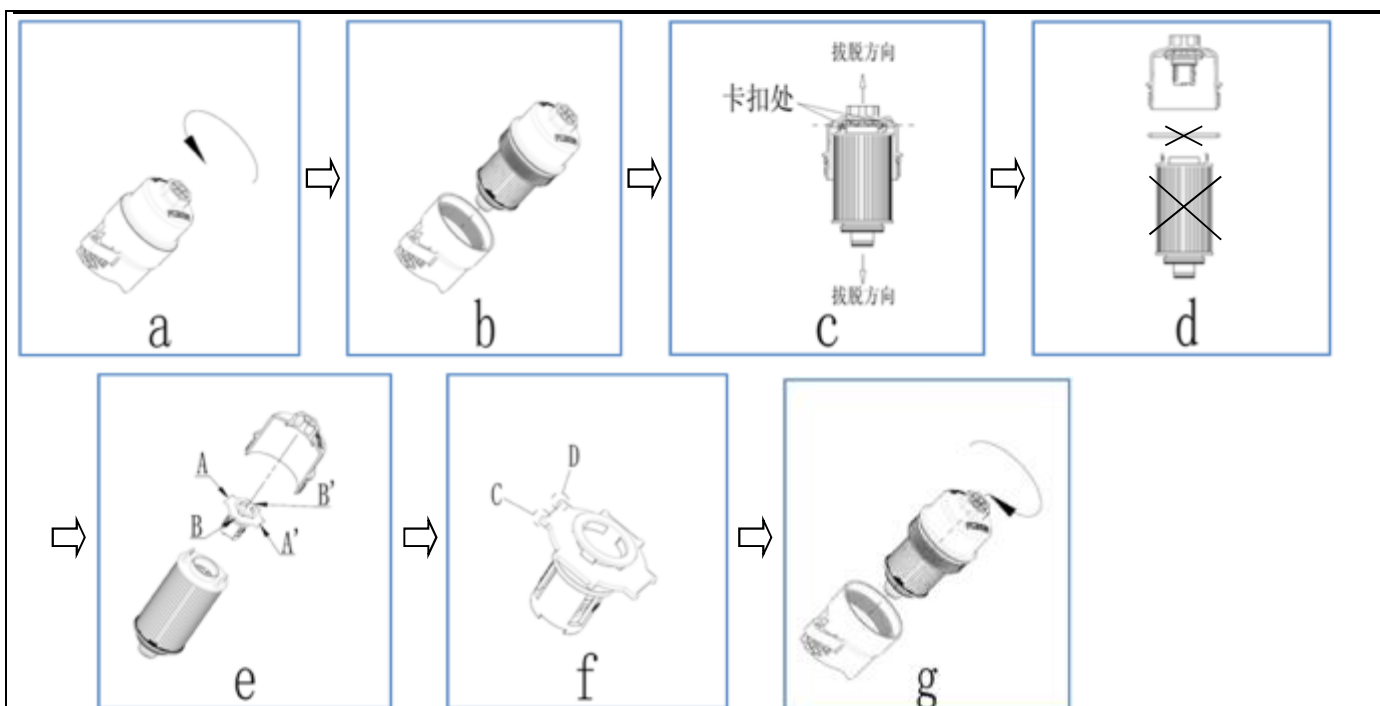

图 G-15 滤芯总成更换顺序图
1) 滤芯总成 1-3 的更换按图 G-15 所示的 a、b、c...g 顺序操作：